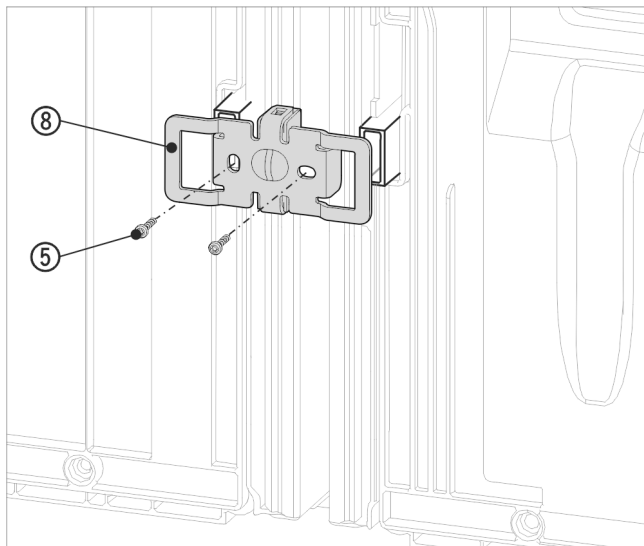

Fig. 19 Zobrazení příkladu
- ▶ Úhelník Fig. 19 (8) znovu zasuňte vybráním přes úchyt pro vymezení odstavu od stěny.
- ▶ Přišroubujte pomocí 2 šroubů Fig. 19 (5).